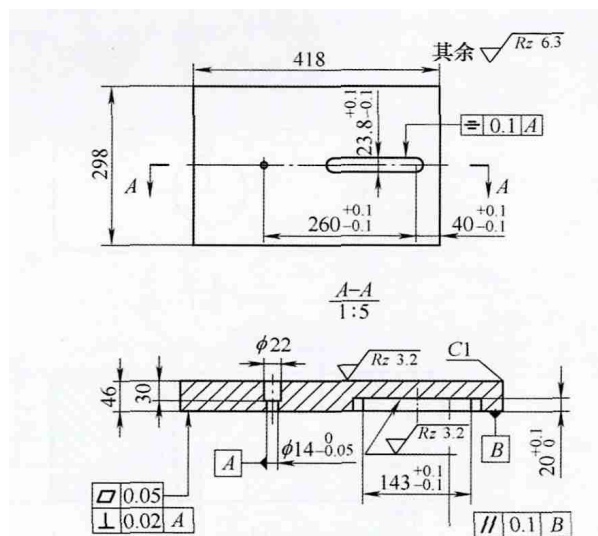

图2 本体结构示意图
(1) 本体 本体为该夹具的主支撑板, 如图2所示, 其结构特点如下: